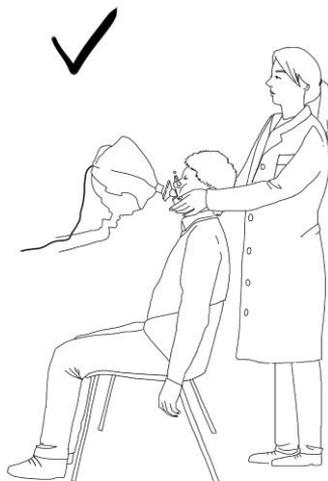

Abbildung 51 - Richtige Position für die FOT-Messung
- Der Patient sollte sitzen, den Rücken gerade halten und den Hals ganz leicht nach hinten strecken. Stellen Sie die Höhe des Geräts so ein, dass eine korrekte Position des Patienten gewährleistet ist. (Abbildung 51)